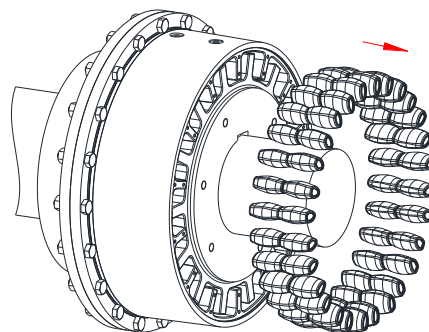

Figura 24
- Retire ahora las filas de elastómeros de los espacios intermedios del casquillo de levas y del mangón (véase la figura 24).